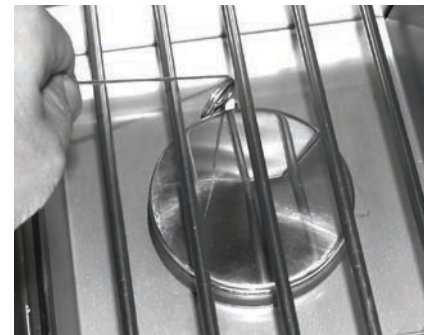

Fig. 28-2 - Éclairage manuel
2. Insérez un allumeur brûlant de butane de long-baril, une allumette brûlante de long-tige, ou une allumette brûlante tenue par un support de prolongation de fil par la grille à cuire s'ouvrant au brûleur (fig. 28-2). Tenez la flamme contre le bord du brûleur.
4. Si le brûleur ne se allume pas dans les cinq (5) secondes de tourner le bouton de commande, enfoncez immédiatement le bouton et tournez la valve à **AU LOIN**. **ATTENDEZ CINQ (5) MINUTES** avant de répéter les étapes 2 à 4 des instructions manuelles d'éclairage.